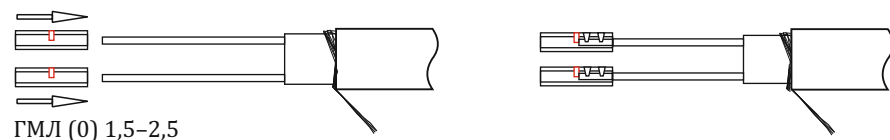

Рис. 6
Надеть на жилы гильзы ГМЛ (0) 1,5–2,5 (поз. 1), обжать кримпером (см. рис. 6)